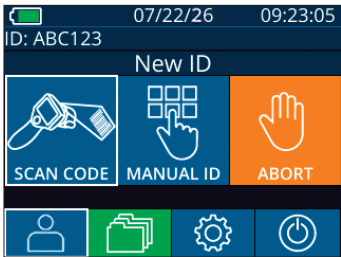

Fig. 14
- 2) Introducir manualmente el ID de paciente con caracteres alfabéticos o numéricos (Fig. 14).